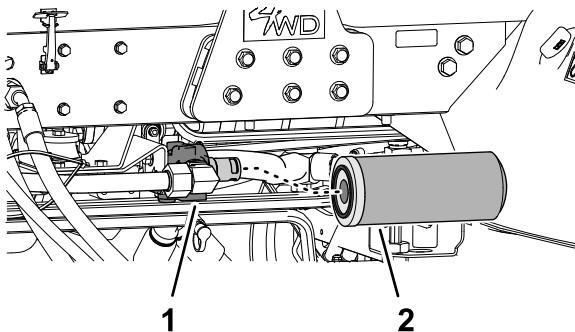

Figura 153
1. Limpie la zona alrededor del filtro de retorno y del cabezal del filtro (Figura 153).